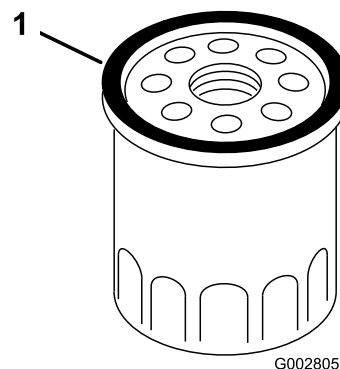

Figura 27
- Con il dito, spalmate l'olio sulla guarnizione del nuovo filtro (Figura 27).